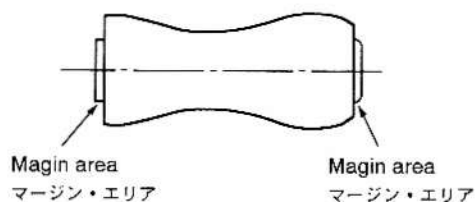

Fig. 3-4
- 2) Turn the P3 post (take-up side guide roller) clockwise using a wrench until the margin area on the envelope (take-up side) disappears, then turn the guide roller counterclockwise until the margin area reappears. (Refer to Fig. 3-4)
- 2) P3ポスト(出側ガイドローラー)を二股レンチにて右に回し、エンベロープの出側のマージン・エリア部が無くなるまで下げ、今度はガイドローラーを左に回し、マージン・エリア部が出るまで戻す。(Fig. 3-4参照)